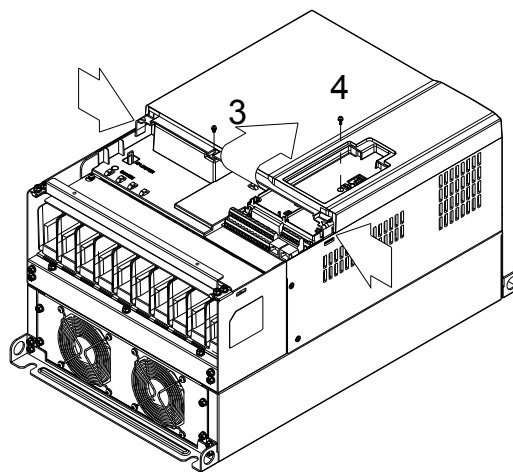

Рис. 2
2. (Рис. 2) Выкрутите винт 3 и винт 4, нажмите на защелки с правой и левой стороны крышки и снимите крышку как показано стрелками на рис. Усилие откручивания: 6~8 кг\*см (5.2~6.9in-lbf).